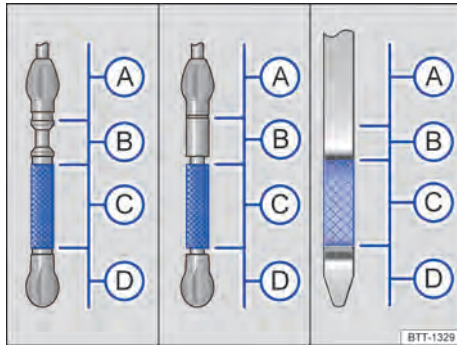

Fig. 237 Marcas del nivel de aceite del motor en la varilla de medición del nivel de aceite (variantes).
6. Extraiga nuevamente la varilla de medición y compruebe en ella el nivel de aceite como sigue → fig. 237:
- Al final del proceso, el nivel de aceite debería encontrarse por el centro de la zona → fig. 237 **C**. No debería encontrarse en la zona **B**, por encima de **C**, y no permita nunca que se encuentre en la zona **A** → pág. 332.
- Si ha añadido demasiado aceite del motor por descuido y el nivel se encuentra en la zona → fig. 237 **A**, no ponga el motor en marcha. Avise a un taller especializado y, dado el caso, solicite la ayuda de personal especializado. ¡De lo contrario podrían dañarse el catalizador y el motor!
No permita en ningún caso que el nivel de aceite del motor se encuentre por encima de la zona → fig. 237 **B**. De no ser así, podría aspirarse aceite por el respiradero del cárter del cigüeñal y llegar a la atmósfera a través del sistema de escape.